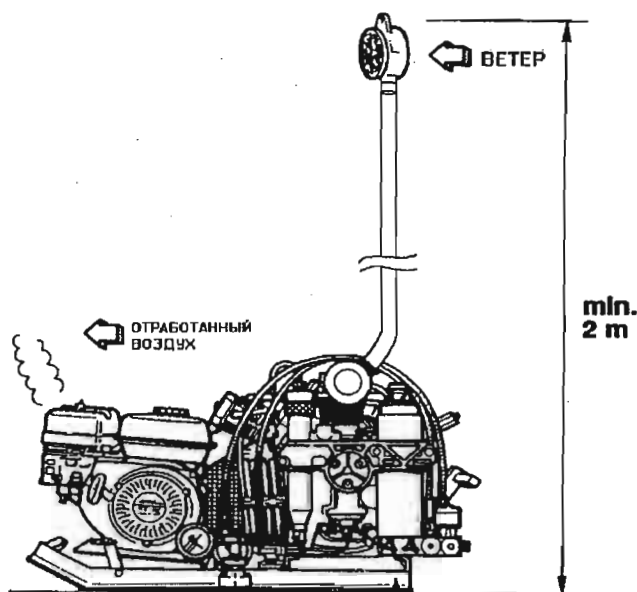

Рис. 10 Установка на открытом воздухе
- Для компрессоров, в которых используются бензиновые или дизельные двигатели, очень важно, чтобы использовался только чистый воздух, поэтому разместите компрессор по направлению к ветру так, чтобы отработанные газы уносились прочь от компрессора. Практикуется использование приточного рукава длиной не менее 3м. со входным фильтром и фильтром предварительной очистки. Фильтр предварительной очистки должен располагаться на высоте 2м. над землёй (см. рис.10 и главу 4.5.2). Такое расположение обеспечит необходимое пространство между выпуском отработанного воздуха и притоком свежего воздуха.